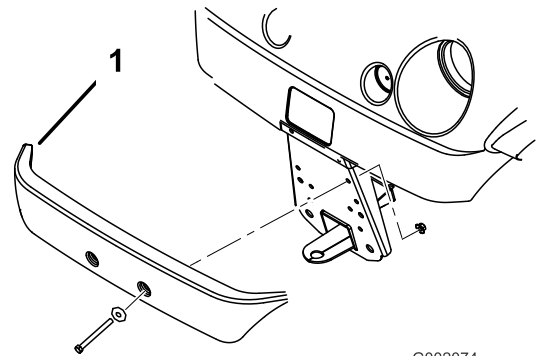

Bild 5
- Fluchten Sie die Befestigungslöcher aus und befestigen Sie die Stoßstange mit den vorher entfernten Befestigungsteilen am Rahmen (Bild 5).